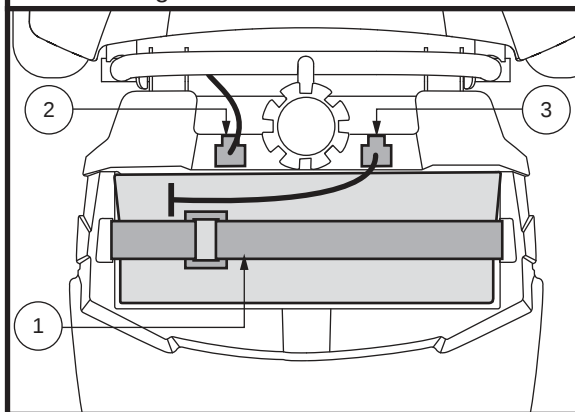

Figura 21. Fascetta di fissaggio delle batterie
1. Scollegare il cavo della batteria e rimuovere il pacco batteria dal Travel Scooter. **Vedere figura 21.**
2. Scollegare le cinghie della batteria e la fascetta difissaggio, quindi rimuovere la batteria dal miniscooter. **Vedere figura 21.**